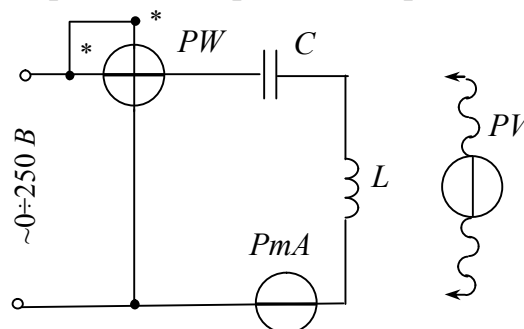

Рис. 14.16
1. Скласти коло (рис. 14.16) і під'єднати його до клем  $\sim 0 \div 250 \text{ В}$ . Перемикач ЛАТР встановити в положення  $0 \div 250 \text{ В} < \sim >$ .